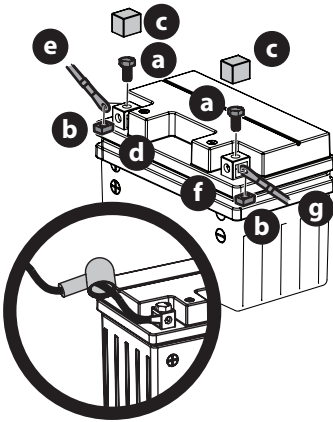

Figure 11
1. Retirez les boulons hexagonaux (a) et les écrous carrés (b) situés à l'extrémité du faisceau de fils électrique ou dans le sac avec ce manuel. Gardez la quincaillerie pour utilisation ultérieure (Figure 11).
2. Enlevez le couvercle en plastique (c), si équipé, de la borne positive (d) de la batterie et attachez le câble rouge (e) à la borne positive (b) de la batterie avec le boulon (a) et l'écrou carré (b) retirés à l'étape 1. Utiliser un tournevis Philips (Figure 11).
3. Placez la gaine en caoutchouc rouge au-dessus de la borne positive de la batterie pour aider à la protéger contre la corrosion. (Figure 11 encadré).
4. Enlevez le couvercle en plastique (c), si équipé, de la borne négative de la batterie (f) et attachez le câble noir (g) à la borne négative de la batterie (f) avec le boulon (a) et l'écrou carré (b) (Figure 11).